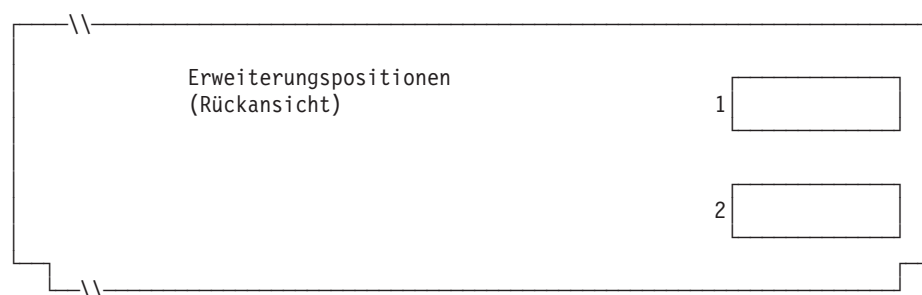

Abbildung 88. Rückseite der Datenkasse IBM 4694-0x4/1x4
4. In Abb. 88 jede Erweiterungsposition, in der ein Dual-Asynchronadapter **zur Benutzung durch die Kassenprogramme** installiert ist, mit einem X kennzeichnen. Sind die Adapter zur Benutzung durch andere Anwendungen (als die Kassenprogramme) vorgesehen, keine Kennzeichnung vornehmen.